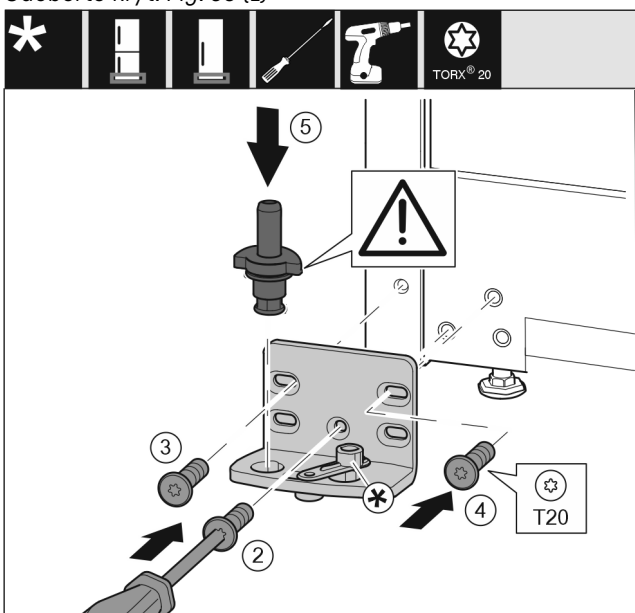

Fig. 36
- Ložiskovú konzolu nasadte na druhú stranu a priskrutkujte ju pomocou skrutkovača T20. Začnite skrutkou 2 dole v strede. *Fig. 36 (2)*
- Pevne zaskrutkujte skrutku 3 a 4. *Fig. 36 (3,4)*
- Ložiskový čap úplne nasadte. Dbajte pritom na to, aby zaistovací doraz ukazoval smerom dozadu. *Fig. 36 (5)*